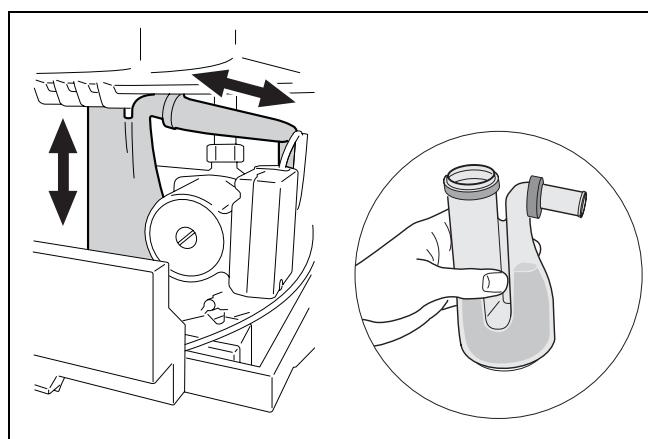

fig. 38 Rengøring af vandlås
- Vandlåsen med læbetætning trækkes ned og ud af bøsningen og trækkes ud af afløbet (fig. 38).